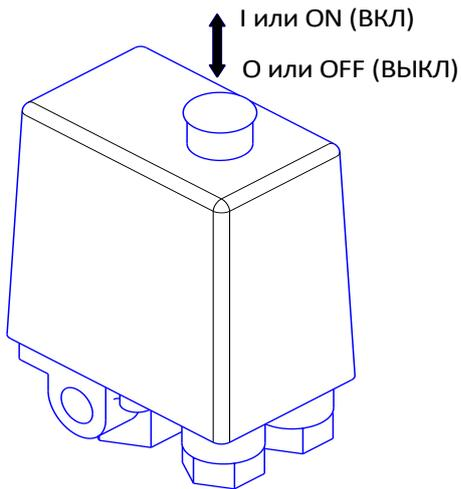

Рисунок 4
- 1 Проверьте, чтобы выключатель на прессостате находился в выключенном положении "O" или "OFF", в зависимости от исполнения (см. рисунок 4).
4 Включите компрессор выключателем на прессостате. Для этого необходимо переключить выключатель в положение "I" или "ON", в зависимости от исполнения (см. рисунок 4).
- 1 Переключите выключатель на прессостате в положение "0" или "OFF", в зависимости от исполнения (см. рисунок 4).